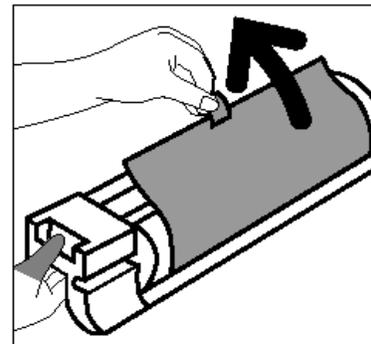

Figura 31: Retirar a Folha de instruções de proteção do Cartucho
- 6 Segure a guia da Folha de instruções de proteção e retire-a lentamente do Cartucho de cópia/impressão, puxando-a no sentido anti-horário, conforme ilustrado na Figura 31.